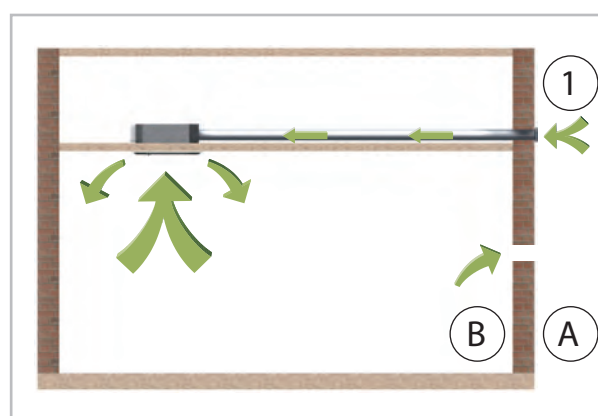

Abb. 42: Frischluftanschluss
- Für den Frischluftanschluss ist ein Bundkragen mit 100 mm zu montieren (Abb. 42).